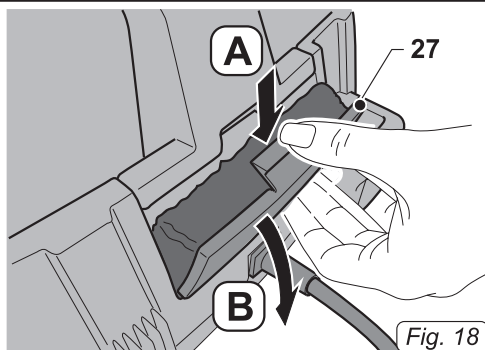

Fig. 18
- Снять створку (27 Рис. 18); толкая ее по направлению вниз "А", затем открыть ее "В".